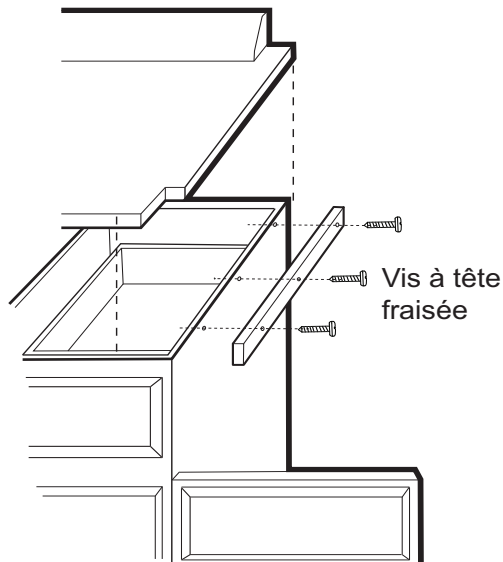
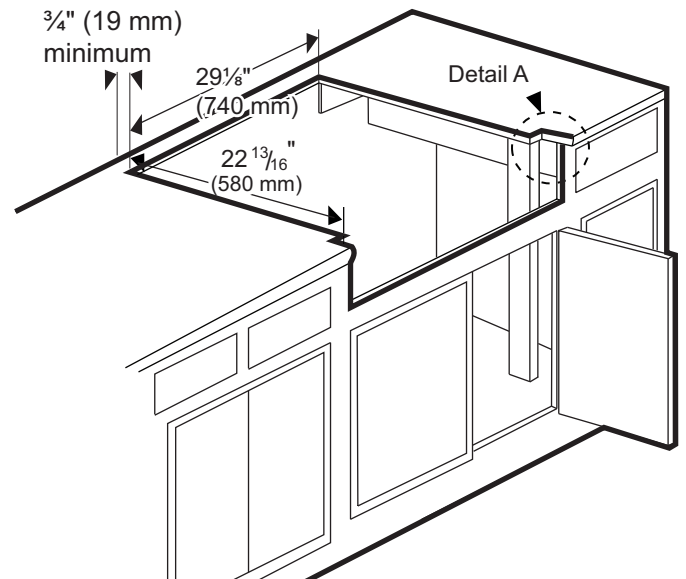

Figure 3 : Installation de supports latéraux (des deux côtés)
Figure 5 : Installation en îlot (sans rebord de plan de travail)
- La table de cuisson est conçue pour être accrochée au plan de travail par ses brides latérales. Le plan de travail doit toutefois être suffisamment solide pour porter ce appareil. Il sera éventuellement nécessaire d'ajouter un tasseau de chaque côté (voir *Figure 3*) ou 2x4 montants d'angle (voir *Figure 4* et *Figure 5* et la vue Éclatée A). L'autre possibilité est de construire un plan de support pour y installer la table de cuisson.
- Installation en îlot, voir *Figure 5*.
- Si vous avez d'un ou des deux côtés des parois latérales pleines d'armoires, vous devrez encocher le coin avant de l'armoire pour l'adapter à l'encoche du plan de travail et laisser l'espace à la partie frontale de la table de cuisson (voir vue Éclatée A, *Figure 4* et *Figure 5*).